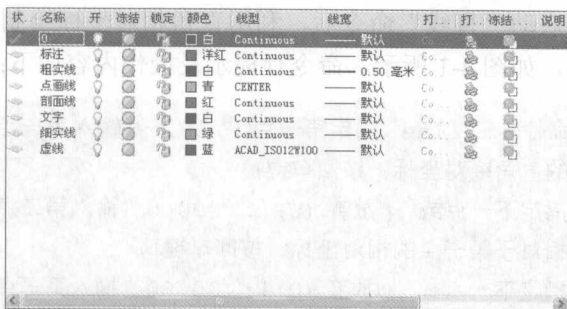

图 3-6 创建基本图层
Step 05 创建如图 3-6 所示的基本图层, 在后面绘制机械图样时, 基本上就用到这几种图层样式。